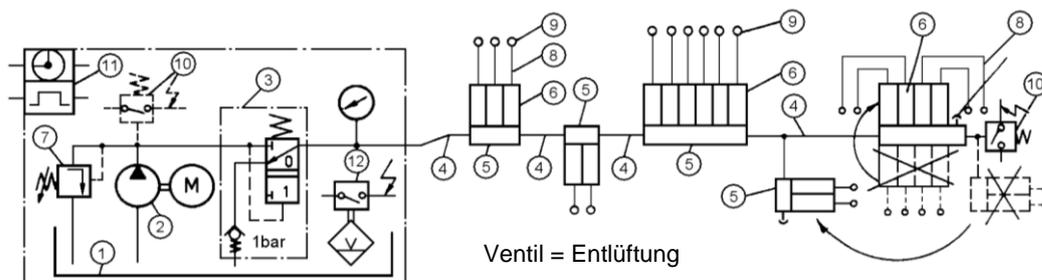

Bild 1: Schematischer Aufbau eines Einleitungs-Schmiersystems
(Bild 1):
- Das Totvolumen ist das Volumen, welches die gesamte Anlage infolge des Druckaufbaues aufnimmt: Komprimierung der eingeschlossenen Luft und des Schmierstoffes, die Dehnung der Hauptleitung (Polyamidrohr 6x1,2:0,3 bis 0,5 cm³/m), die Volumenaufnahme des Druckschalters (z.B. 0,2 cm³) und des Manometers (bis 1 cm³). Die Hauptleitung und die Dosierventile sind so zu verlegen, dass eine Selbstentlüftung möglich ist. Das heißt, die Hauptleitungen sind möglichst steigend zu verlegen. Am Hauptleitungsende und an erhöhten Stellen der Anlage unbedingt Dosierventile mit Abgängen nach oben anordnen (s. Bild 1) (9). Es dürfen keine Lufteinschlüsse entstehen.